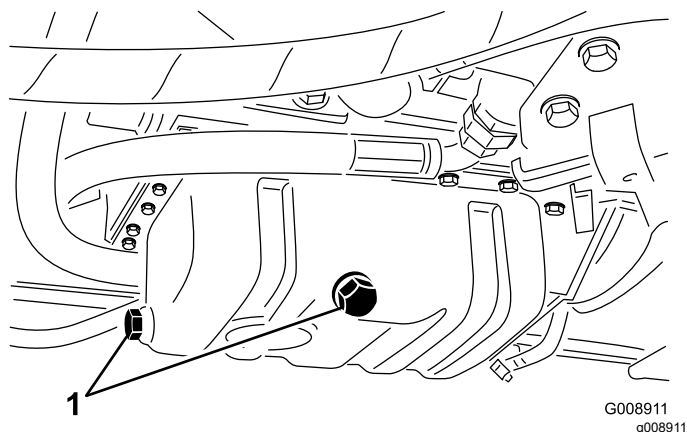

Figure 47
1. Enlevez un des bouchons de vidange (Figure 47) et laissez couler l'huile dans un bac de vidange. Remettez le bouchon quand la vidange est terminée.